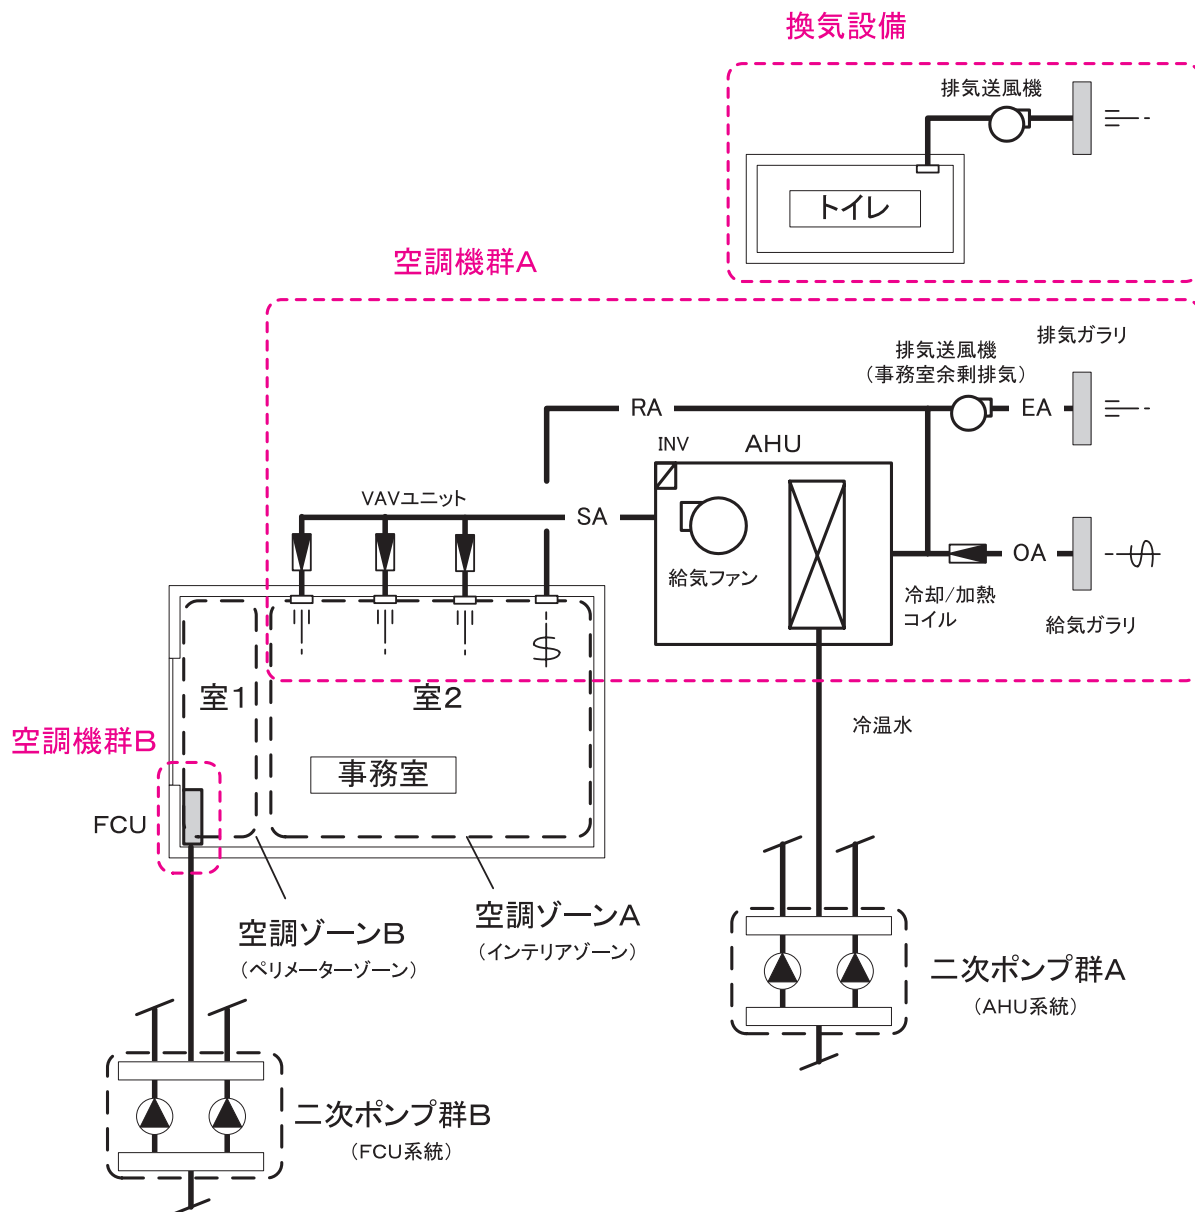

図 2-2-37 空調機群の考え方 (1)
1) システム例 1 (図 2-2-37「空調機群の考え方 (1)」参照)